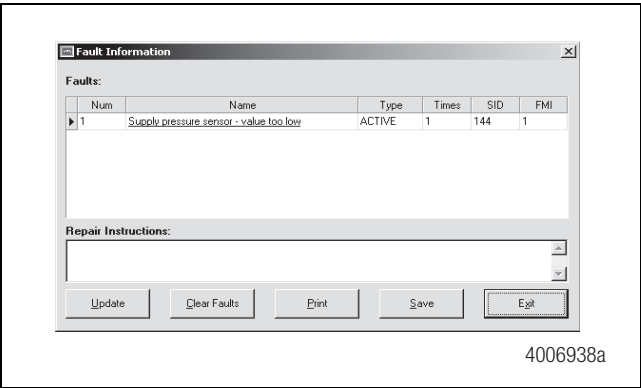

Figura 5.6
2. Seleccione visualizar fallas (**Display Faults**) en el menú desplegable. Se visualizarán todas las fallas activas y almacenadas. Figura 5.6.